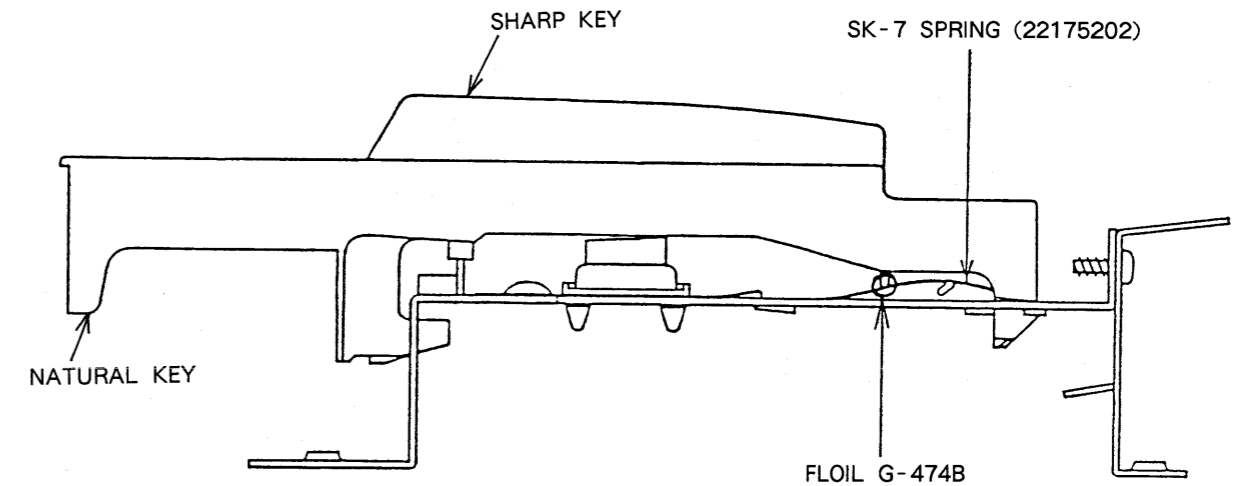

図1 (Fig.1)
- As shown in figure 1, apply grease, and re-install the keys.
- 図1に示す位置にグリースを塗り、鍵盤を取り付けて下さい。